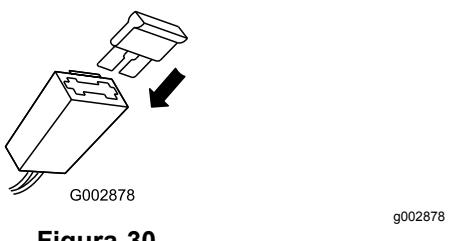

Figura 30
3. Sostituite il fusibile nel portafusibili (Figura 30).